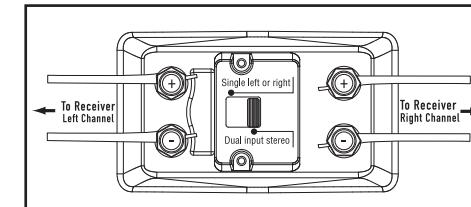

FIGURE 17
1. With the Dual Input/Single Input Switch set to "Dual Input Stereo" [figure 17] connect both sets (Left & Right) of speaker wire outputs from your receiver to the ATRIUM65SDI.
1. Réglez le commutateur d'entrée à «Dual Input Stereo» [figure 17] et raccordez les deux câbles des sorties haut-parleur (gauche et droite) de votre amplificateur aux bornes d'entrée de l'ATRIUM65SDI.